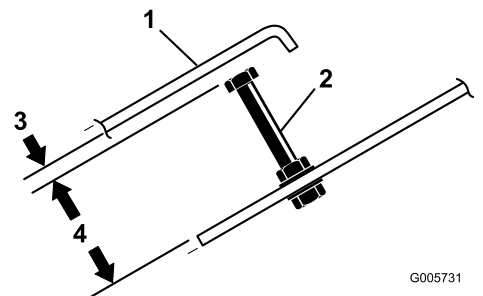

Bild 68
2. Lösen Sie die Sicherungsmuttern und stellen Sie die Anschlagsschraube des Fahrpedals auf eine Länge von 7,6 cm ein (Bild 68).